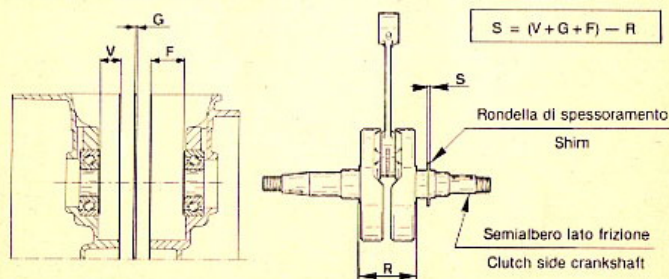

FIG. 22 Imbiellaggio
3) In caso di sostituzione, rilevare la distanza dei rasamenti sia sull'imbiellaggio che sui due semicarter (compresa la guarnizione centrale) e compensare la differenza con una rondella di spessoramento che annulli completamente il gioco assiale (fig. 22).